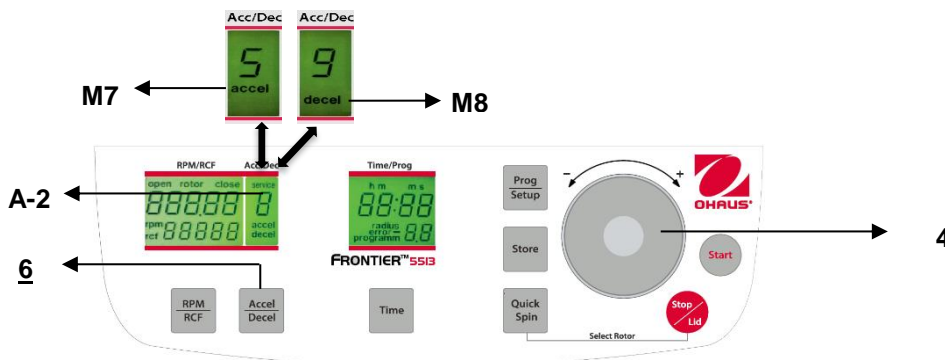

Abbildung. 18
Diese Funktion wird durch die Taste **"Accel/Decel"** (6) aktiviert (siehe Abbildung 18). Wenn die Taste nur einmal gedrückt wird, blinkt das Wort **"accel"** (M7) in der Anzeige **"Acc/Dec"** (A-2). Die gewünschte Beschleunigung kann vorab durch den Anpassungs Wählscheibe (4) ausgewählt werden. Der Wert 0 entspricht der geringsten und der Wert 9 der höchsten Beschleunigung. Durch zweimaliges Drücken der Taste **"Accel/Decel"** (6) zeigt die Anzeige **"Acc/Dec"** (A-2) das Wort **"decel"** (M8) an. Nun kann die gewünschte Bremsintensität vorab durch den Anpassungs Wählscheibe (4) ausgewählt werden. Der Wert 9 entspricht der kürzesten und der Wert 0 der längsten möglichen Bremszeit. Siehe **"Tabelle 3: Beschleunigungs- und Verlangsamungszeiten"** (ANHANG). Dort werden die Beschleunigungs- und Verlangsamungszeiten für die Beschleunigungs- und Verzögerungsphasen 0-9 für zulässige Rotoren gezeigt.